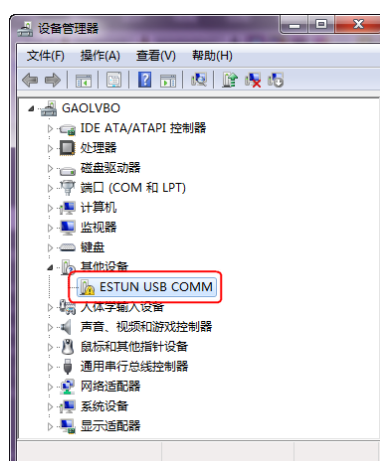

图 7-5 设备管理器中发现未识别
- 步骤4 如图 7-5 设备管理器中发现未识别所示，“设备管理器”中的“其他设备 -> ES-TUN USB COMM”表示存在驱动问题的设备。